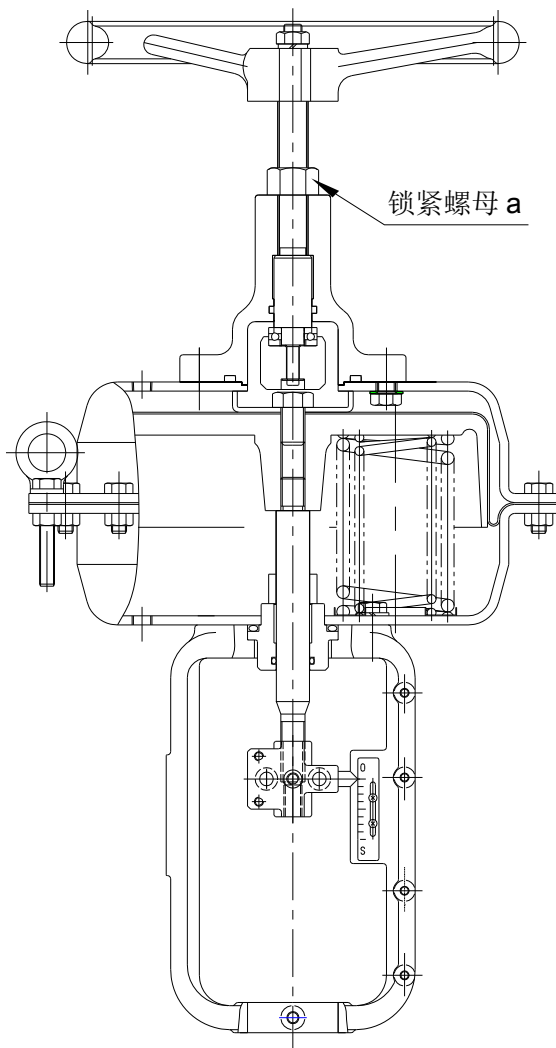

图 4-1(DT) 正作用带顶式手轮
注：①正作用（阀芯在上方）。②自动与手动不可同时工作。③手动操作结束后，手轮轴必须回到规定的位置（如图4-1，4-2所示）。若不回到规定的位置，则自动控制时将达不到规定的行程。另外有可能使手动机构损坏。
- 自动控制时，必须使手轮回到图4-1，4-2所示的位置。